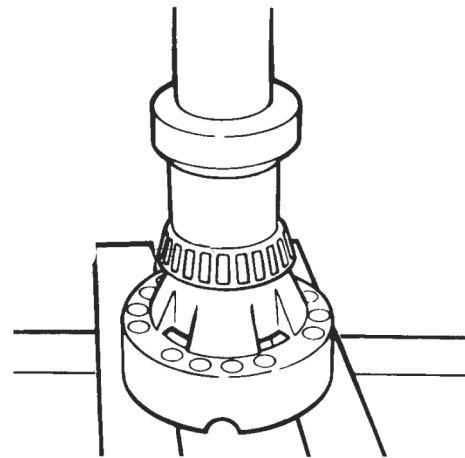

Figura 77
- E- Monte los nuevos conos de los rodamientos en las dos mitades de la caja de los satélites bipartida, utilizando una herramienta adecuada y prensa (figura 77).